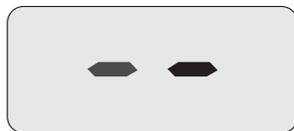
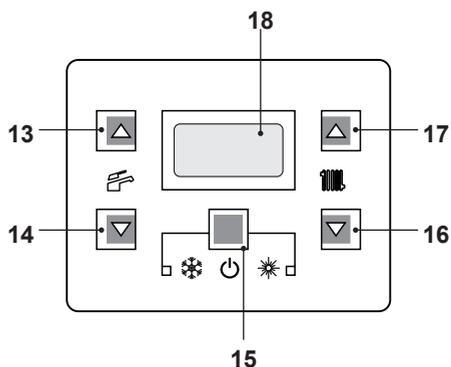

Figura 6.5
Figura 6.6
simbolo  (Figura 6.5).
- Tenere premuto per 2 secondi il tasto 15 fino a far apparire sul display entrambe i simboli  e  Figura 6.6.
- Spegner la caldaia tenendo premuto per 2 secondi il tasto 15 (Figura 6.6) fino a far apparire sul display LCD il simbolo  (Figura 6.5).